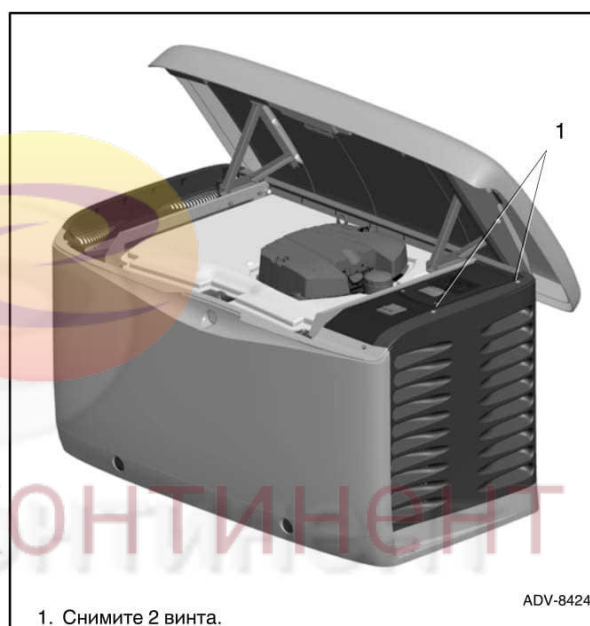

Рис. 1-4 Снятие панели воздухозабора
1. Снимите два винта сверху панели воздухозабора. Потяните панель вверх и снимите. См. Рис. 1-4.